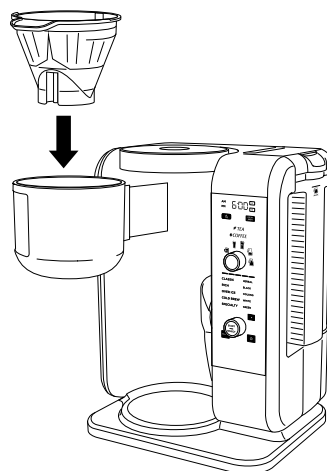
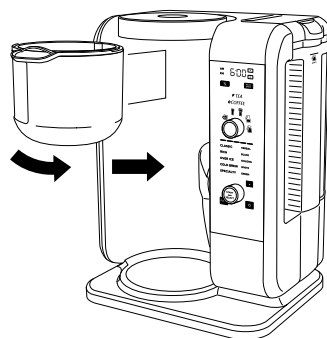

Fig. 5
Fig. 6
- 2 Asegúrese de que uno de los portafiltros extraíbles esté colocado dentro de la gaveta del portafiltro (Fig. 5). Una vez que esté en su lugar, deslice la gaveta del portafiltro completamente hacia adentro hasta que escuche un suave clic (Fig. 6).